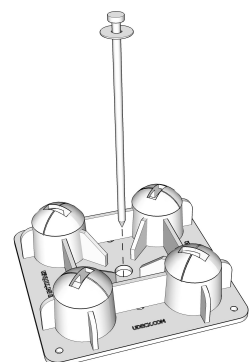

Fig. 5
- 3.** Coloque un Pico de ajuste (D) a traves del centro del agujero de 1" (que mide una pulgada) en el pier (A). (fig. 5) Instale ahora el Pico de ajuste con un martillo. NOTA: Tenga mucho cuidado de NO golpear el Pier A con el martillo o cualquier otra herramienta ya que esto dañaria el Pier (A).